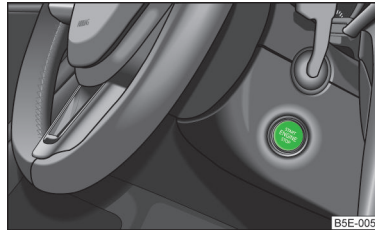

Abb. 117
- Den Motor abstellen bzw. die Zündung durch Drücken des Starterknopfes ausschalten » Abb. 117.
- Den Starterknopf » Abb. 117 auf Seite 120 kurz drücken, die Zündung wird eingeschaltet.
- Den Starterknopf » Abb. 117 auf Seite 120 kurz drücken - der Motor springt an.
- › Den Starterknopf  » Abb. 117 auf Seite 120 kurz drücken, die Zündung wird ausgeschaltet.
- › Durch Drücken des Starterknopfes  » Abb. 117 auf Seite 120 den Motor abstellen, gleichzeitig schaltet sich auch die Zündung aus.
- › Den Starterknopf  » Abb. 117 auf Seite 120 für länger als 1 Sekunde oder zweimal innerhalb von 1 Sekunde drücken.